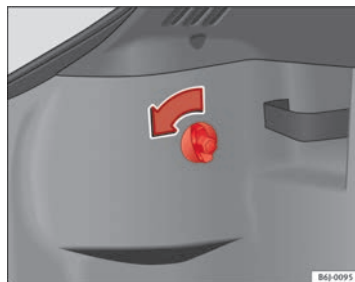

Fig. 176 Accès aux feux arrière
- Tournez la vis dans le sens de la flèche à la main ou avec un tournevis → fig. 176.
- Retirer le connecteur du logement (A) ⇒ fig. 176.